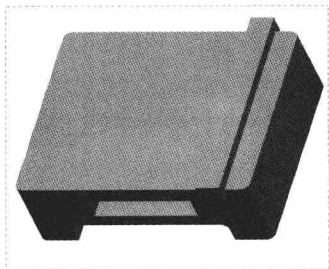

图 11-48 图形文件
Step 01 按【Ctrl+O】组合键，打开图形文件，如图 11-48 所示，在绘图区选择合适的元件。